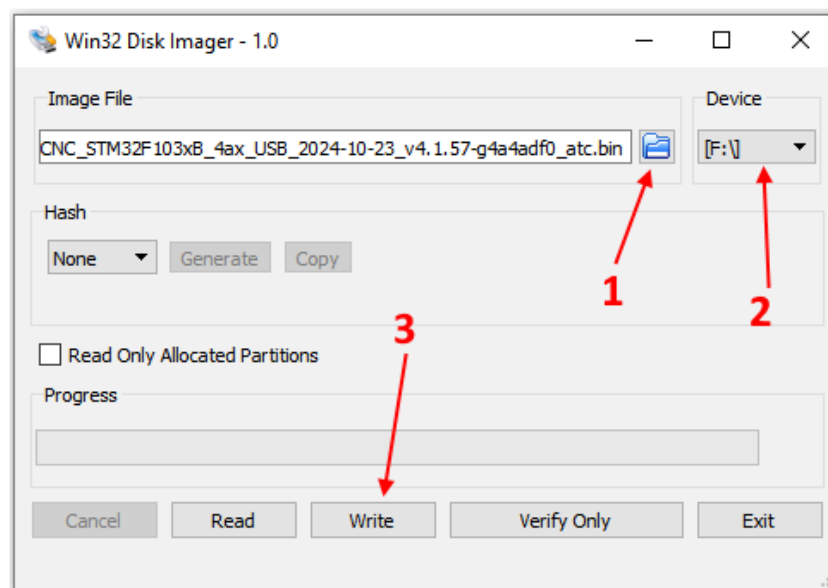

Рисунок 2: Обновление прошивки в Win32DiskImager
- Запустите программу Win32DiskImager. В поле *Image File* укажите путь к bin-файлу новой прошивки контроллера, в выпадающем списке *Device* укажите соответствующий Вашему контроллеру идентификатор устройства (рис. 2).